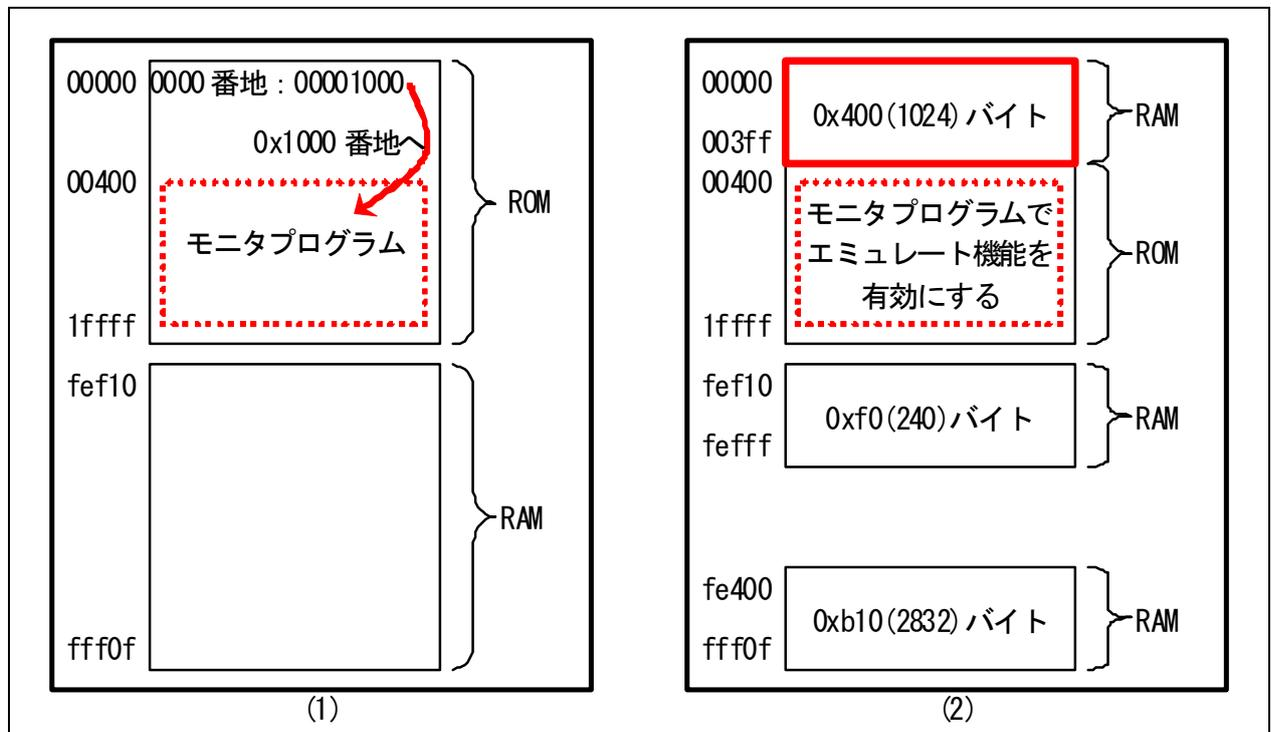

図 5. 1 シリアルモニタの動作(1) (2)
- (1) マイコンボードの電源を入れると、ベクタアドレスのベクタ番号 0 番(0x0000 番地)に書いてある 4 つの数値を読みます。この番地には、「00001000」と書かれており、その書かれている番地である 0x01000 番地から実行を開始します(図 5. 1の(1))。
- (2) 0x1000 番地にはモニタプログラムがあります。モニタプログラムは、「RAMによるフラッシュメモリのエミュレーション」を実行、0xff000~0xff3ff番地のRAMを 0x00000~0x003ff番地に重ねます(図 5. 1の(2))。
- (3) モニタプログラムは、ルネサス統合開発環境から通信で送られてきたユーザプログラムのデータをRAMに保存します(図 5. 1の(3))。
- (4) モニタプログラムは、ルネサス統合開発環境から通信で送られてきた「実行」指令により、RAMに保存したユーザプログラムへジャンプ、実行します(図 5. 1の(4))。